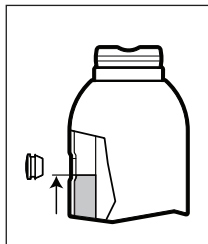
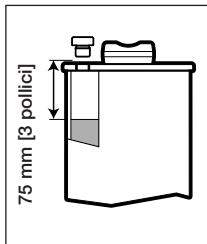

Fig. 5 - Livello dell'olio,
Fig. 6- Livello dell'olio,
3. Tutti i modelli ad eccezione del GBJ100: Riempire di olio fino a che raggiunga il bordo inferiore del foro di riempimento. Vedere la Fig. 5.
4. Solo per il modello GBJ100: Riempire fino a che l'olio sia di circa 3 pollici [75 mm] sotto al foro di riempimento. Vedere la Fig. 6.
NON RIEMPIRE TROPPO! Con il pistone completamente rientrato ed il martinetto in posizione verticale, il livello dell'olio non dovrebbe essere più alto di quello mostrato in Fig. 5 oppure in Fig. 6 (a seconda del vostro modello di martinetto).